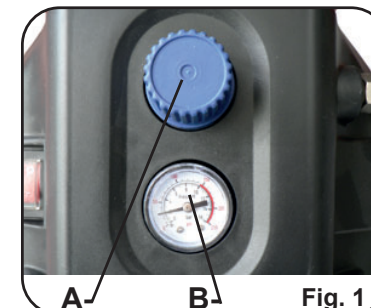

Fig. 1
- ➔ Pour régler la pression de sortie d'air, il faut tourner la molette **A (Fig. 1)** dans le sens horaire pour augmenter la pression, et inverse pour la diminuer (voir marquage sur la molette). Le manomètre **B (Fig. 1)** indique la pression utilisable en sortie de raccord, n'utiliser l'outil que lorsque la pression dans la cuve est supérieure à la pression d'emploi de l'outil.
- la membrane interne du réducteur de pression (Rep. A, Fig. 1) est déchirée, la remplacer.